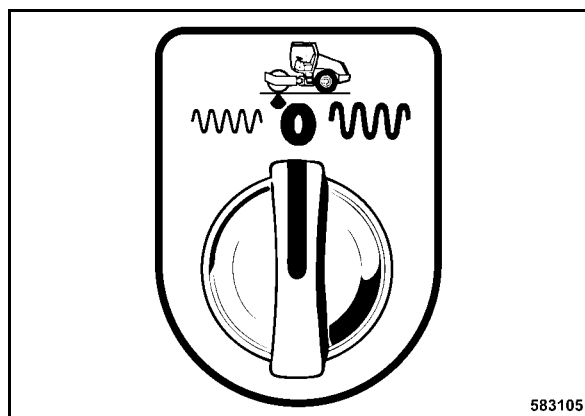

Fig. 69
- Preseleccionar la amplitud deseada con el interruptor giratorio de vibración, preselección de amplitud (Fig. 69).